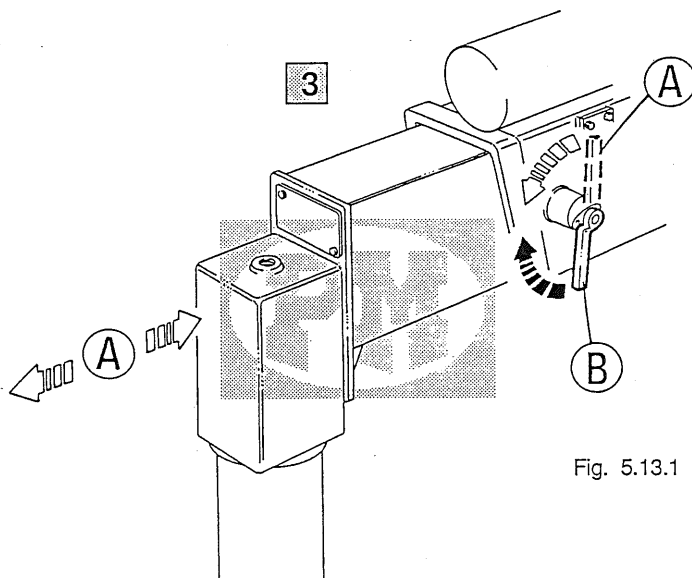

Fig. 5.13.1
- 3** Sbloccare i bracci stabilizzatori (uno per volta) agendo sull'apposita maniglia di bloccaggio (pos. A fig.5.13.1), sfilare manualmente i bracci stabilizzatori.
A corsa quasi ultimata rimettere la maniglia in posizione di blocco (pos. B fig.5.13.1) assicurandosi che il perno sia bloccato nell'apposito foro del braccio stabilizzatore.
- 3** Release the outrigger booms (one at a time) by means of the appropriate locking handle (posit. A, Fig. 5.13.1), and extend the outrigger booms manually.
When the boom is almost fully extended, return the handle to the locking position (posit. B, Fig. 5.13.1), checking that the pin is locked in the appropriate hole in the outrigger boom.
Sbloccare i bracci stabilizzatori (uno alla volta) agendo sull'apposita maniglia di bloccaggio (fig. 5.13.1). Assicurarsi che i rubinetti valvola siano chiusi (fig. 5.15.1). Agire sulla leva di comando del distributore e bloccare i bracci riportando la maniglia in pos. B. Ripetere l'operazione per ciascun stabilizzatore, compresi quelli supplementari.
Release the outrigger booms (one at a time) by means of the handle fixing them (Fig. 5.13.1). Check that the valves are closed (Fig. 5.15.1). Operate the control lever for the control valve block and lock the booms, returning the handle to posit. B. Repeat the operation for each of the outriggers, including the supplementary ones.